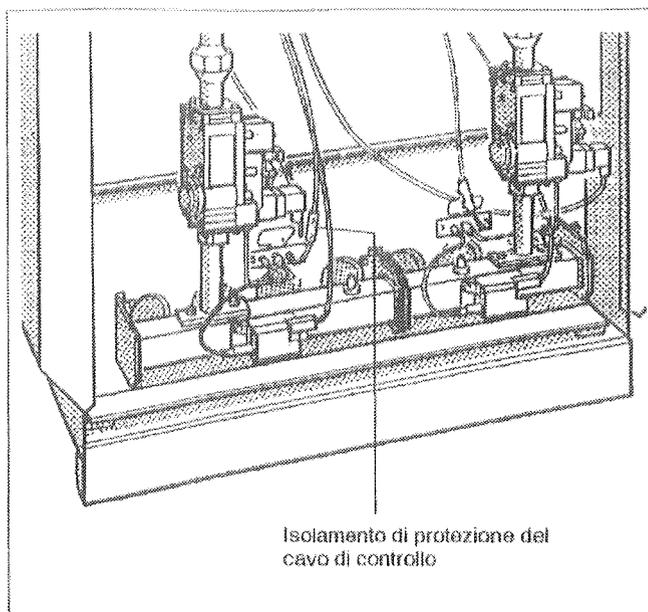

Fig. 31: Cavo di controllo
- Rimuovere l'isolamento di protezione del cavo di controllo (Fig. 31) e staccare il connettore.